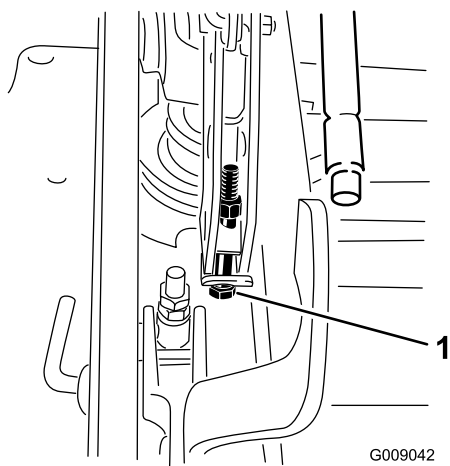

Figura 88
15. Si la carcasa está demasiado baja, apriete el perno del ajuste de un solo punto girándolo en el sentido de las agujas del reloj. Si la carcasa está demasiado alta, afloje el perno del ajuste de un solo punto girándolo en el sentido contrario a las agujas del reloj (Figura 88).